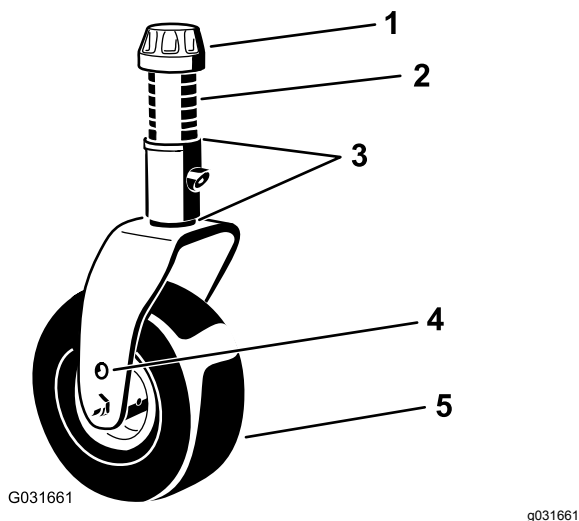
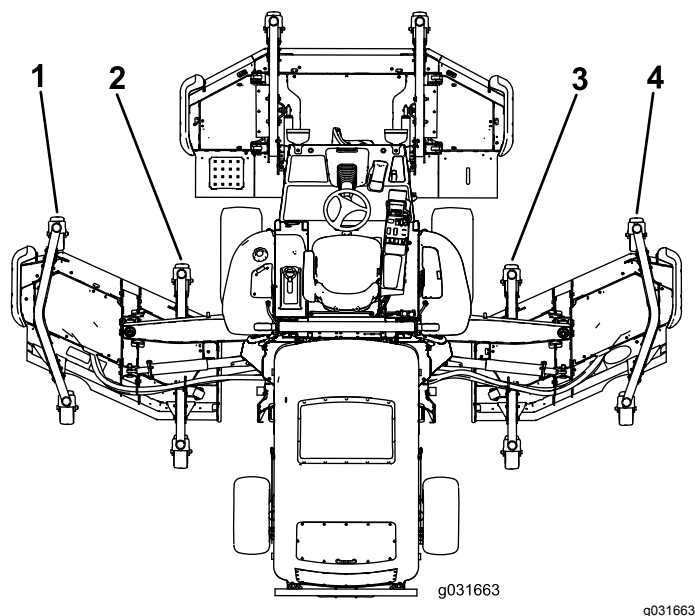

Bild 28
Bild 29
5. Entfernen Sie, wenn die innere Schnittkante des der Flügelschneideinheit im Verhältnis zur äußeren Kante der Frontschneideinheit zu hoch ist, eine 1 Beilagscheibe von der Unterseite des vorderen inneren Laufradarms an der Flügelschneideinheit (Bild 28 und Bild 29).
- Wenn die Innenkante weiterhin zu hoch ist, entfernen Sie eine weitere Beilagscheibe von der Unterseite des vorderen inneren Laufadarms der Flügelschneideinheit und eine Beilagscheibe vom vorderen äußeren Laufadarm der Flügelschneideinheit (Bild 28 und Bild 29).
Kante der Frontschneideinheit zu niedrig ist, eine Beilagscheibe (3 mm) zur Unterseite des vorderen inneren Laufadarms an der Flügelschneideinheit hinzu (Bild 28 und Bild 29).